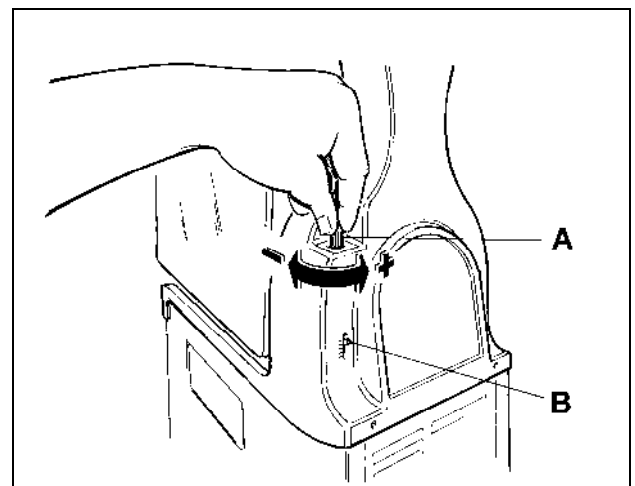

Fig. 13
- b) **Regolazione della consistenza:** per variare la consistenza del prodotto, agire sul pomello di regolazione A collocato nel retro della macchina (fig. 13); come evidenziato dalla scala B, girando in senso orario, il prodotto diventerà meno denso, girando in senso antiorario, il prodotto diventerà più denso.